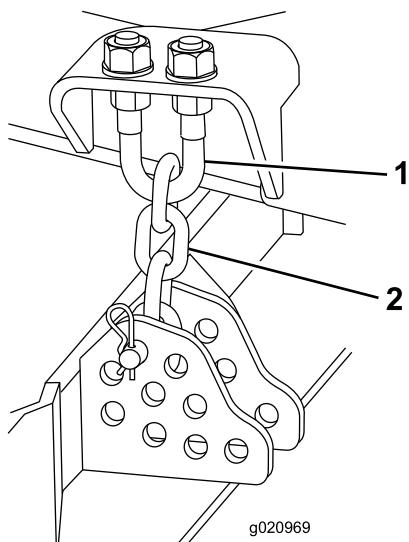

Figure 90
4. Enlevez la goupille fendue et l'axe de chape qui fixent les chaînes de hauteur de coupe à l'arrière de l'unité de coupe (Figure 90).